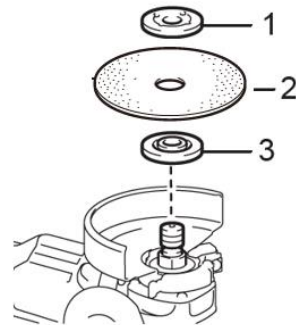

РИСУНОК 2.2.5. Установка оснастки.
1. Снимите наружный прижимной фланец «3» (рисунок 2.2.5.).
2. Установите на изделие соответствующую оснастку «1», в зависимости от вида работы (шлифование, отрезание), совместив отверстие в оснастке с выступом внутренней шайбы «2» (рисунок 2.2.5.).